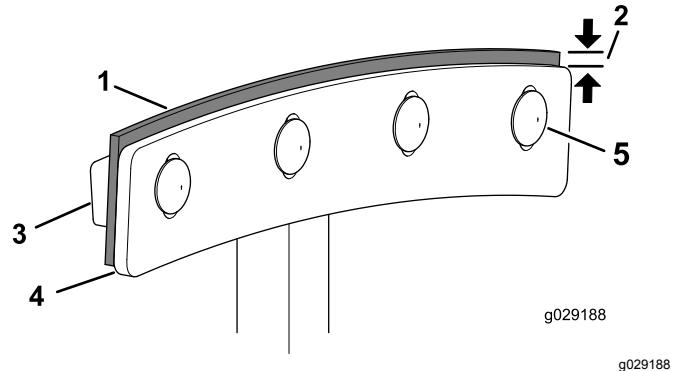

Figure 70
4. Desserrez les boulons de carrosserie et les contre-écrous à embase qui fixent la lame et le racloir à la pale (Figure 70).